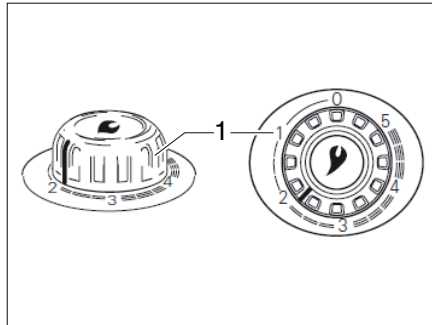

Bild 103 Vridregulator på varmluft-värmesystemet
- Ställ in vridregulatorn på värmningen (Bild 103,1) till önskat värde och tryck ner till stoppläge.
- Ställ in vridregulatorn på värmningen (Bild 103,1) till önskat värde och tryck ner till stoppläge. Automattändningen alstrar tändgnistor. Ett klickande ljud hörs.
- Ställ vridregulatorn på värmen (Bild 103,1) på "0". Automattändningen stängs då också av.
- För ytterligare information se den separata instruktionsboken "Truma S 3004 (P) / S 5004".